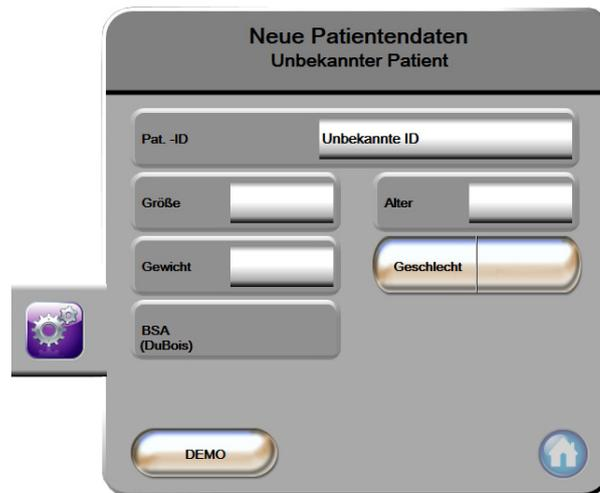

Abbildung 6-2 Bildschirm „Neue Patientendaten“
- 5 Es wird der Bildschirm **Neue Patientendaten** angezeigt. Siehe Abbildung 6-2.